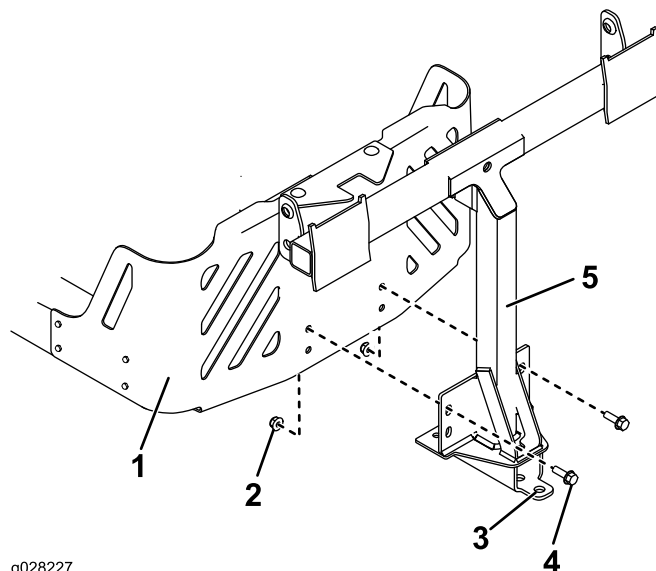

Figure 11
2. Montez le cadre de pivot sur le cadre de la machine comme montré à la Figure 11. Fixez le cadre de pivot au cadre de la machine avec 2 boulons (5/16 x 1 po) et 2 contre-écrous (5/16 po).